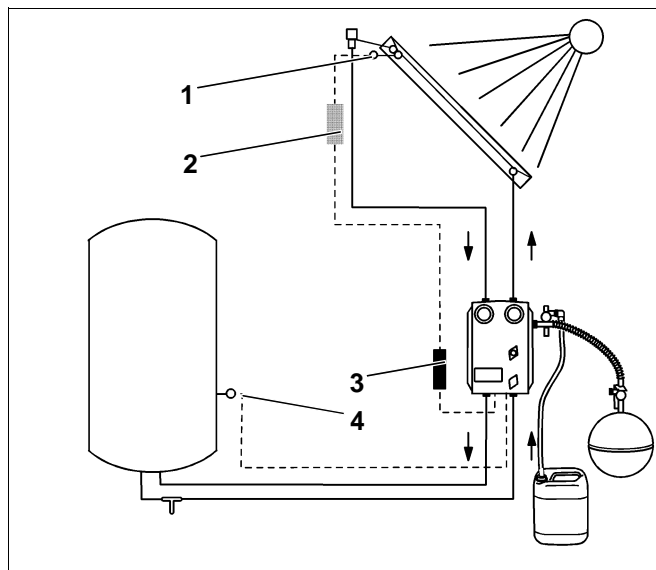

Fig. 12 Montaggio delle sonde
- 1 Piazzare la sonda del collettore nell'apposita apertura del collettore e bloccarla per mezzo dell'avvitamento, in modo che non possa cadere fuori (fig. 12, **pos. 1**). Informazioni più precise vedi indicazione di montaggio al collettore.
- 1 Per congiungere il cavo della sonda del collettore con la prolunga, utilizzate il giunto a corredo per la linea della sonda, con la presa grigia adatta per l'impiego all'esterno (fig. 12, **pos. 2**) e la morsettiere.
- 1 La congiunzione con il set idraulico completo si deve stabilire mediante la presa nera (fig. 12, **pos. 3**) e morsettiere.
- 1 Inserire la sonda per misurare la temperatura nell'accumulatore (fig. 12, **pos. 4**), nel punto di misurazione previsto (usare pasta termoconduttrice). Per informazioni più precise, vi preghiamo di leggere le istruzioni di montaggio a corredo dell'accumulatore.